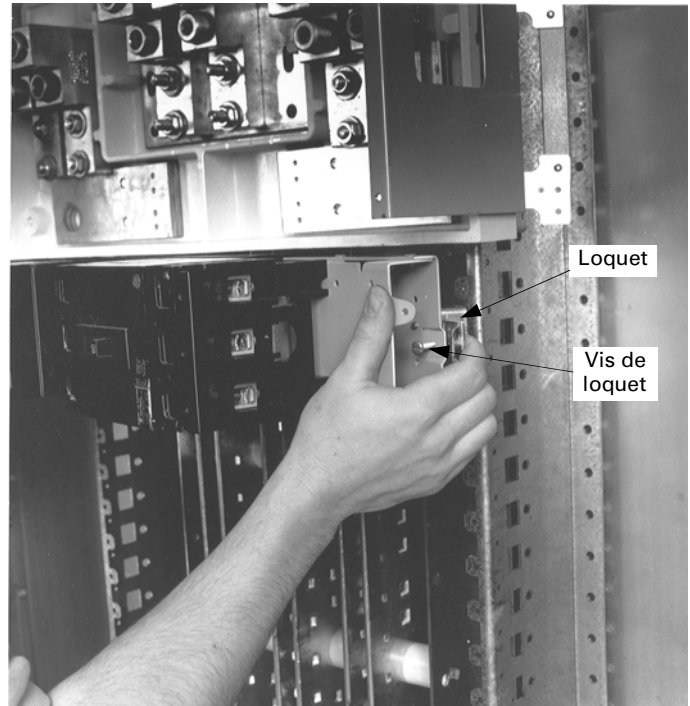

Figure 5. Positionnement du module de disjoncteur.
4. Positionner le module du disjoncteur. Relâcher les vis de loquet du verrou et rétracter complètement les loquets, comme montré à la Figure 5. Aligner les doigts servant de guide sur les deux extrémités du module avec les encoches dans les rails de l'intérieur du panneau. Ne laisser aucun espace entre les unités.